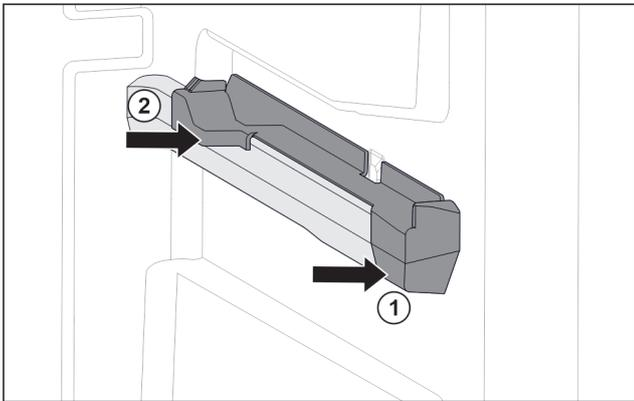

Fig. 83 Aufsteckteil auf der rechten Behälterrippe
- ▶ Aufsteckteil vorne an Behälterrippe ansetzen. Fig. 83 (1)
- ▶ Aufsteckteil hinten andrücken. Fig. 83 (2)